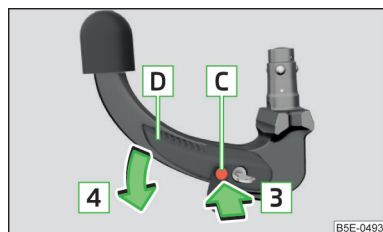

Fig. 180
- Apăsăți înspre interior până la capăt bolțul de eliberare **C**, în sensul săgeții **3** și apăsați în același timp maneta de operare **D**, în sensul săgeții **4**, până la capăt » fig. 180.